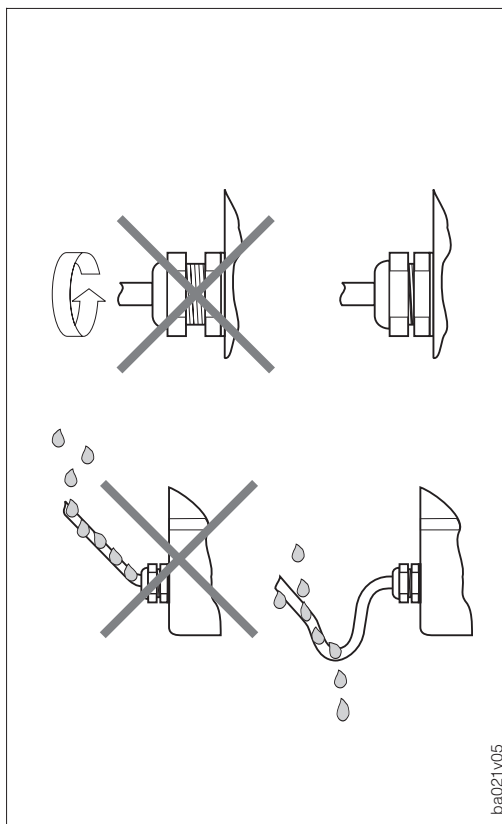

Fig. 5
- Les câbles de raccordement doivent répondre aux spécifications figurant au pages 96, 101. Caractéristiques techniques (voir également figure 5)